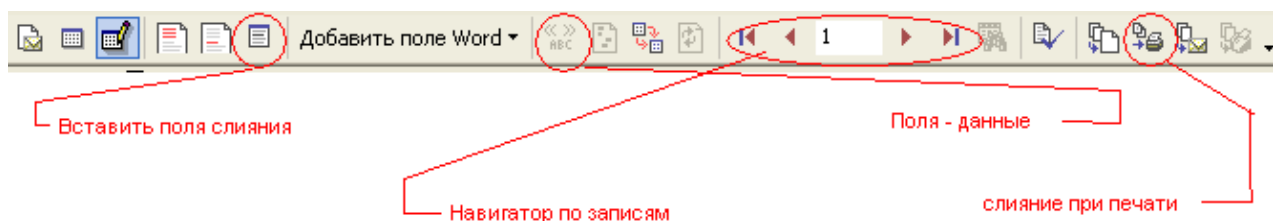

Рис. 5.8. Панель слияния.
13) Работа с панелью слияния. Откройте панель слияния (рис. 5.8).
Обратите внимание, что вместо реальных данных в полях находятся их имена. Чтобы перейти в режим просмотра данных нужно воспользоваться другой кнопкой панели слияния «Поля – данные» (рис. 5.8). При повторном нажатии на кнопку вид документа вернется к прежнему виду.
Для перемещения по записям можно воспользоваться кнопками навигатора (рис. 5.8). Кнопки перемещают на одну запись вперед или назад, а также в начало или конец всего списка. Одновременно навигатор отображает номер текущей записи.